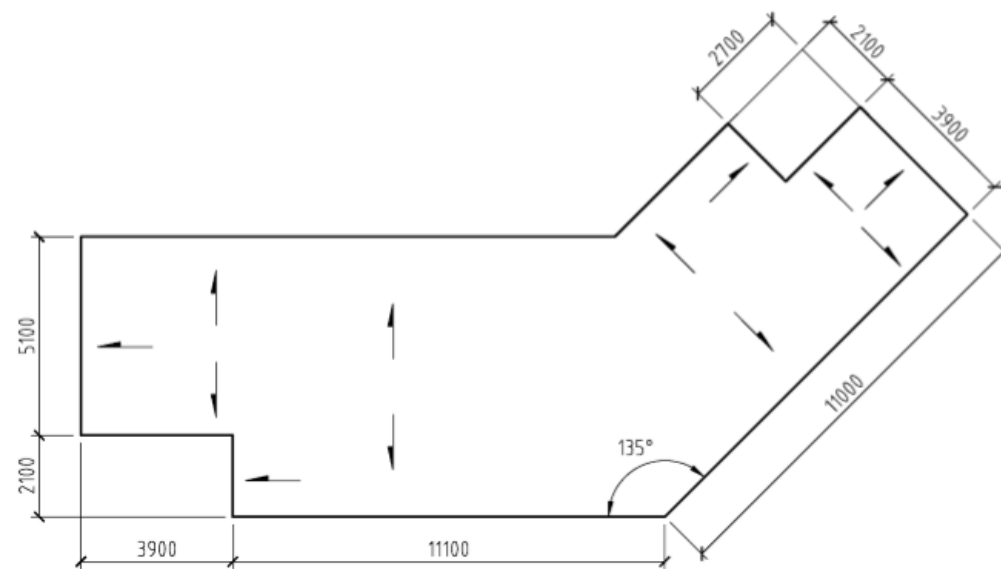

图 2-1 坡屋面的水平投影轮廓和尺寸
1. 已知同坡屋面水平投影轮廓和尺寸,如图 2-1 所示。所有屋面都为坡屋面,其坡度均为 1:2.5。